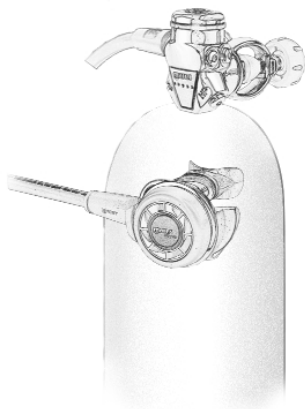

Fig. 5
- Richten Sie die erste Stufe so aus, daß der Mitteldruckschlauch des Hauptautomaten über die rechte Schulter des Tauchers läuft (Abb. 5).